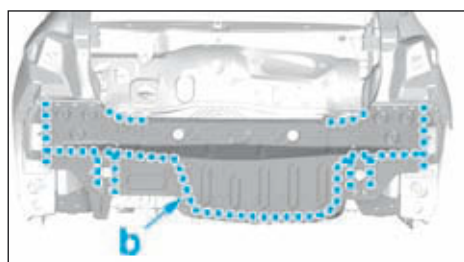

FIG.168
- Dépointer les points de soudure en (b) (Fig168).